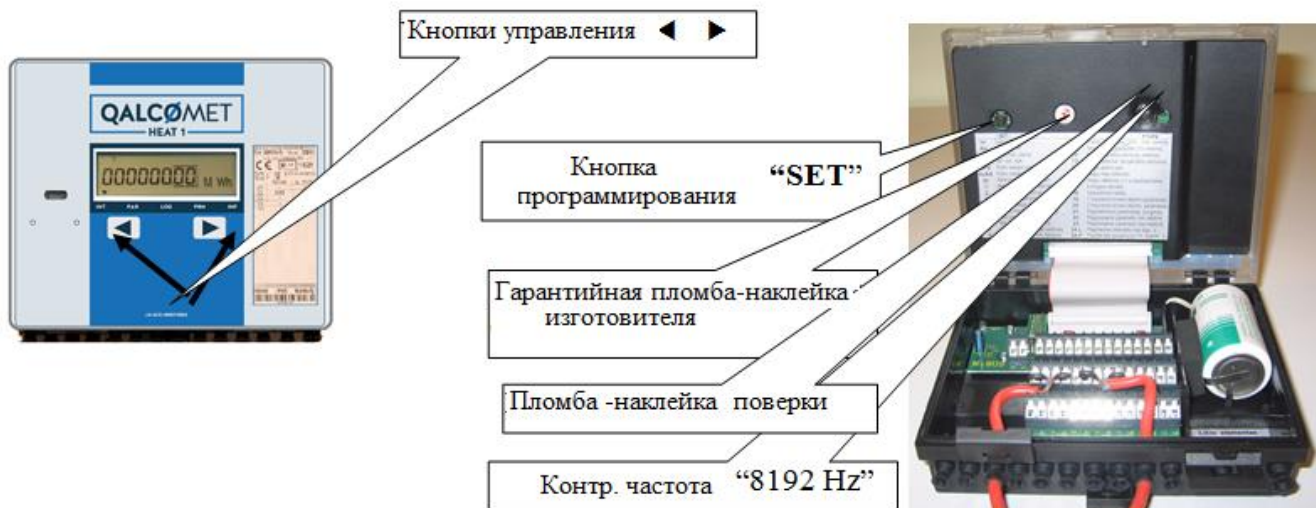

Рис.7.1. Общий вид вычислителя.
5.4.1. После изготовления, гарантийной пломбой завода изготовителя, пломбируется винт крепления крышки электронного модуля (рис.7.1а);
5.4.2. После поверки, пломбируется винт крепления крышки электронного модуля (рис.7.1а);
При выборе пункта (режима) “SET” необходимо нажать кнопку “SET”, находящуюся на крышке электронного модуля (рис. 7.1а). На индикаторе в верхнем правом углу высвечивается “SET”. Основной ввод значений настроечных параметров, для параметрической настройки вычислителя, осуществляется при помощи кнопок управления ◀ ▶, находящихся на передней панели вычислителя (рис.7.1) или при помощи компьютера. При повторном нажатии на кнопку “SET”, вычислитель выходит из режима программирования.
Рис.7.1а. Общий вид вычислителя при открытой крышке